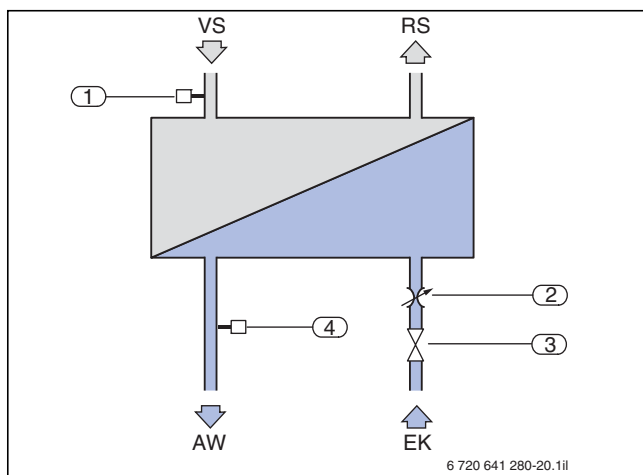

Bild 39 Integrierter Plattenwärmetauscher nach dem Durchlaufprinzip
- Warmwasser-Vorrangbetrieb mit Hilfe eines leistungsstarken Wärmetauschers nach dem Durchlaufprinzip (→ Bild 39)